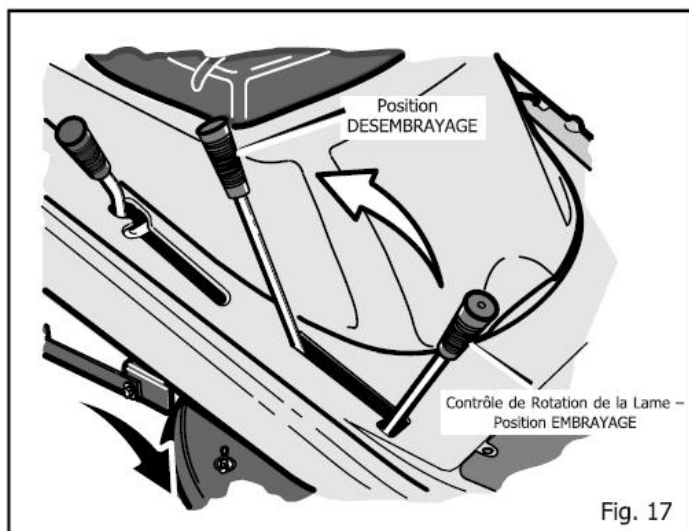

Fig. 17
2. Placer le **contrôle de rotation de la lame** sur la position **DESEMBRAYAGE** (Figure 17).